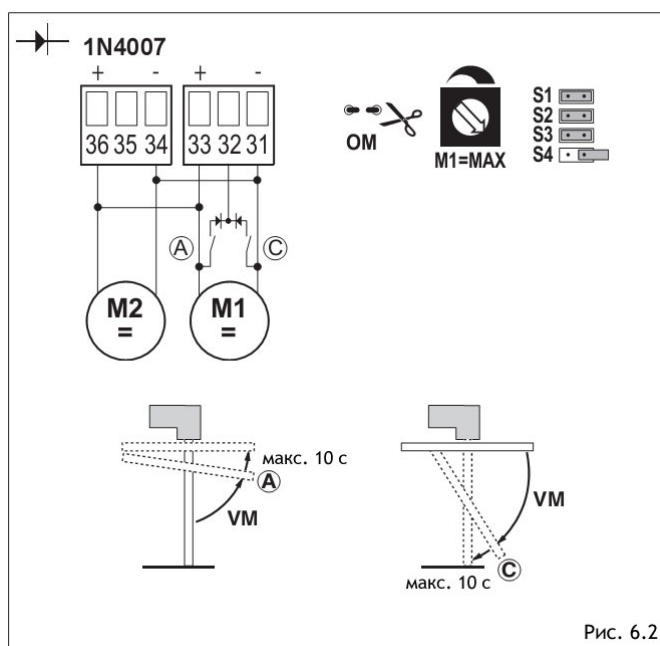

Рис. 6.2
- (Рис. 6.2) Использование с замедляющими концевыми выключателями.